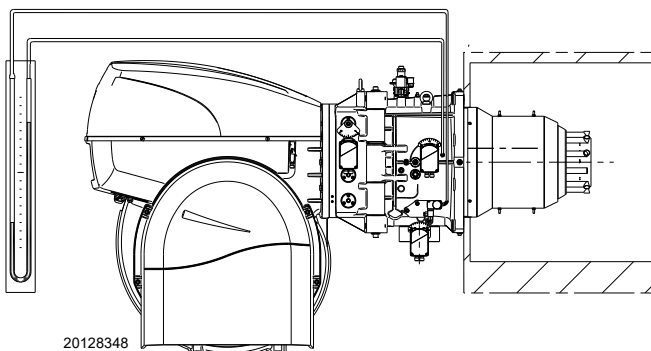

Fig. 28
- Montare un manometro a U o un manometro di tipo differenziale (Fig. 28), con presa (+) sulla pressione del gas del manicotto e (-) in camera di combustione. Serve a ricavare approssimativamente la potenza MAX del bruciatore.
L'arrivo del gas al manicotto è evidenziato dal manometro ad U (Fig. 28).